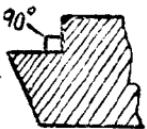

图 1
0.1或0.2公厘，否则由于平面的不平整而会影响焊缝的坚固性（如图1）。